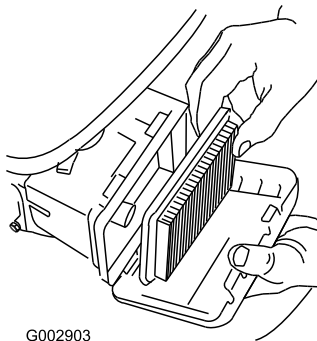

Bild 43
3. Entfernen Sie den Luftfilter (Bild 43).